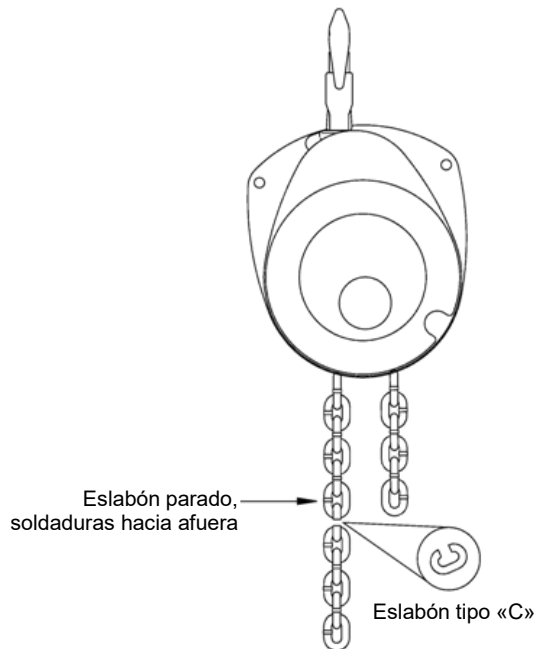

Figura 6-10 C-Instalación del eslabón
- 6.5.3 Cuelgue el polipasto / tecle con el rótulo de la capacidad mirando hacia su posición. Consulte la figura 6-10.
- 6.5.5 Sujete un extremo de la carga a la cadena guía instalada de fábrica en el costado IZQUIERDO del polipasto/ tecle usando un eslabón abierto o tipo «C». Consulte la figura 6-10. Asegúrese de que la soldadura en el eslabón vertical (parado) mire al lado opuesto que la polea de carga.